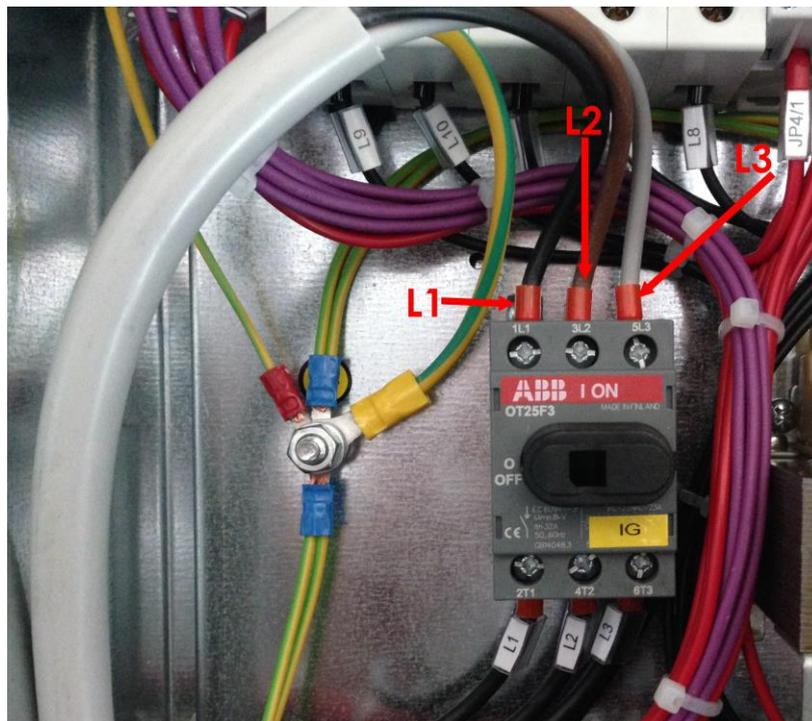

Figura 6
- 2- Collegare L1 L2 L3 al sezionatore come indicato in figura 6.